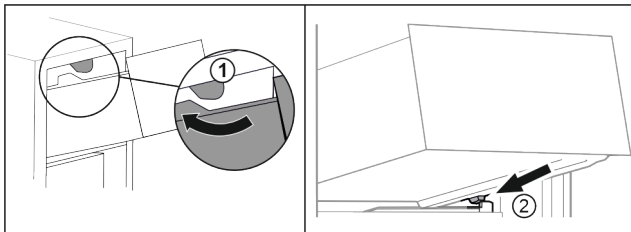

Fig. 63
- Far passare il cassetto sui fermi superiori. Fig. 63 (1)
- Applicare il cassetto inclinandolo dietro i fermi inferiori sulla nervatura del contenitore. Fig. 63 (2)